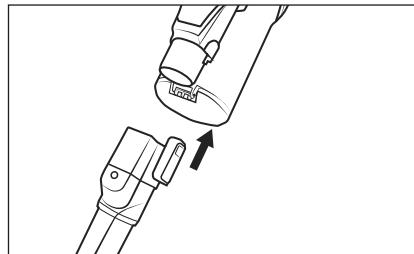

Fig. 14
- Utilisez le suceur à brosse ronde ⑯ avec ses poils durs pour les saletés incrustées sur les tapis grossiers ou les habitacles de voiture très sales. L'embout brosse se détache de la buse pour aspirer par exemple les inserts arrondis ou les compartiments de rangement dans la voiture.
- ◆ Faites glisser l'accessoire sur le tube d'aspiration ⑭ ou sur l'orifice d'aspiration de l'appareil jusqu'à ce qu'il s'enclenche de manière audible avec un bruit de clic (voir fig. 14). Veillez ce faisant à respecter la bonne position du verrouillage.